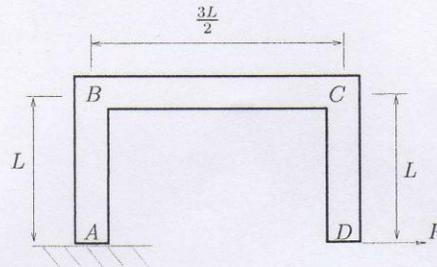

Figura 1: Viga doblada.
1. (23 puntos) Para la viga doblada mostrada en la Figura 1, que está empotrada en  $A$ , en donde  $EI$  es un dato conocido, determine la deflexión horizontal del punto  $D$  y la pendiente en el mismo punto.